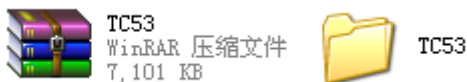

图 7 上位机软件 TC53 安装文件图示
- 1 解压上位机软件TC53 的安装文件→双击解压后的“TC53”文件夹→双击“TC53\_Setup.exe”→进入TC53 安装向导→点击“下一步”，如图 7；